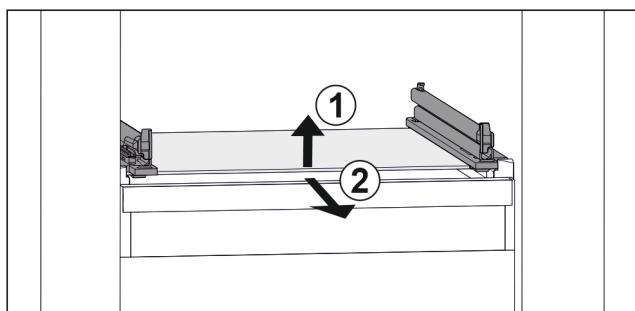

Fig. 121 Klaasplaadi näitlik kujutis
- Tõstke klaasplaat eest üles. Fig. 121 (1)
► Võtke klaasplaat ettepoole välja. Fig. 121 (2)